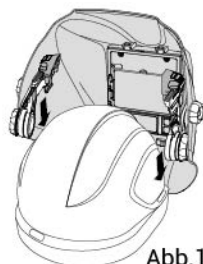

Abb.15
- Schieben Sie die Adapterzinken in die Schlitzte auf jeder Seite des Schutzhelms (siehe Abb.15).